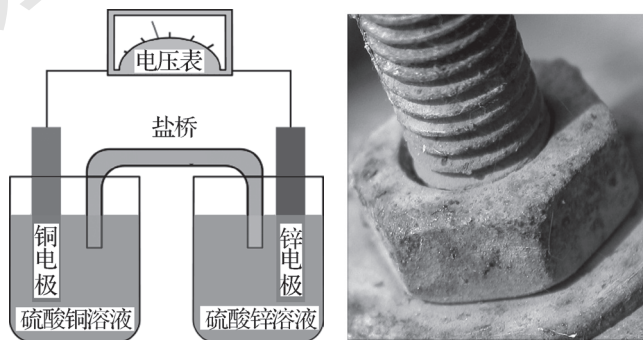

图 1-8 材料的电化学腐蚀过程
(1) 化学腐蚀：金属表面直接与化学物质作用而引起的破坏。腐蚀过程中，电子的传递直接在金属与氧化剂（如氧化物、硫化物等）之间进行，因此没有电流产生。
(2) 电化学腐蚀：金属表面与电解质溶液（如大气、海水、土壤、酸碱溶液等）发生电化学反应引起的破坏。因此，会存在阳极和阴极反应，有电流的存在（图 1-8）。